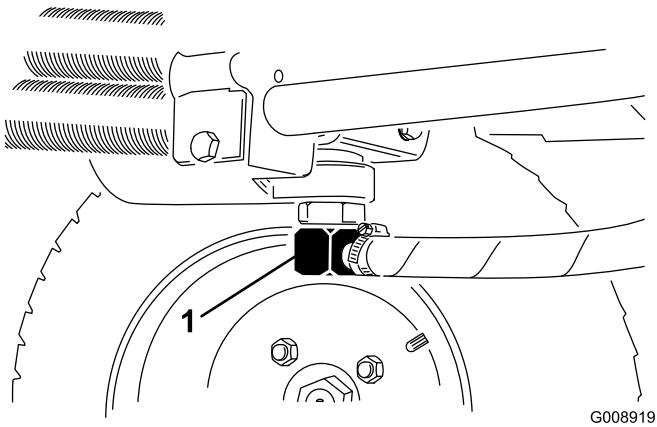

Figure 72
2. Débranchez la conduite hydraulique (Figure 72) ou enlevez le filtre hydraulique (Figure 73) et laissez couler l'huile dans un bac de vidange.